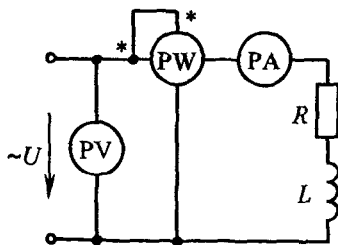

Рис. 4.2
**Задача 4.5.** Для определения параметров катушки применен метод амперметра, вольтметра и ваттметра (рис. 4.2). При этом использовались амперметр на ток  $I_{НОМ} = 5 \text{ А}$  класса точности  $K_A = 1,5$ ; вольтметр на напряжение  $U_{НОМ} = 150 \text{ В}$  класса точности  $K_V = 1,5$ ; ваттметр на  $P_{НОМ} = 500 \text{ Вт}$  класса точности  $K_W = 0,5$ . Показания приборов:  $I = 5 \text{ А}$ ,  $U = 100 \text{ В}$ ,  $P = 250 \text{ Вт}$ .